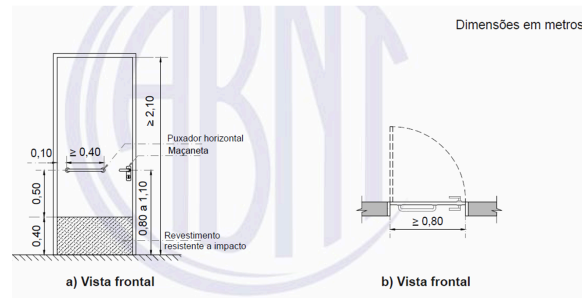

Figura 12.2 Barra de apoio e revestimento resistente a impacto na porta do sanitário (NBR 9050/2020).
- Na face interna da porta de acesso ao sanitário, será instalada barra de apoio com 40 (quarenta) centímetros de comprimento e diâmetro entre 30 (trinta) e 45 (quarenta e cinco) mm, além de chapa resistente a impactos colada em sua base, em aço inox 304, acabamento polido, com espessura mínima de 0,8 mm (Figura 12.2).